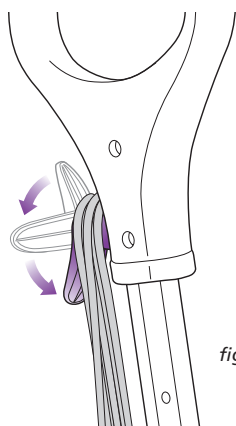

fig. 7
- 1 Tirez et tournez l'enrouleur pour cordon à dégageur rapide pour dérouler complètement le cordon d'alimentation. Veuillez le brancher dans une prise de courant de 120 volts. (fig. 7)